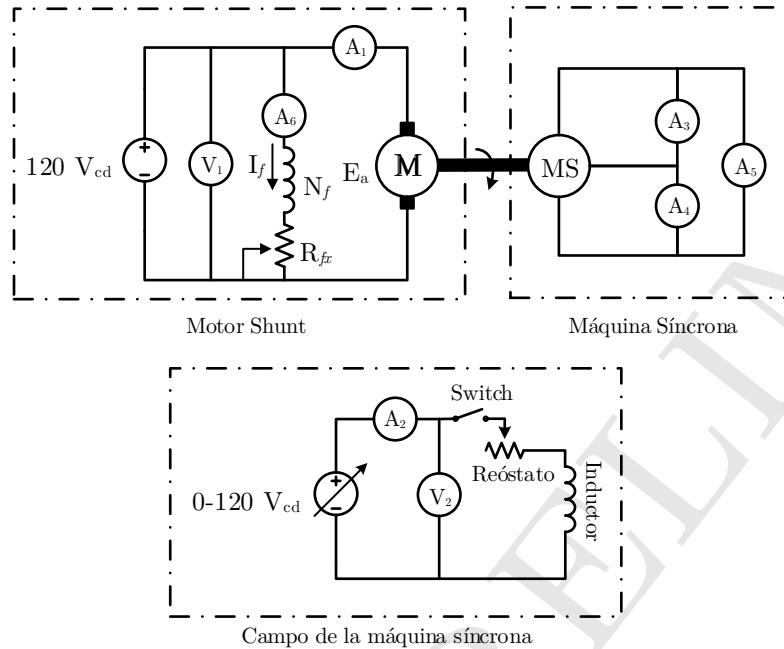

Figura 2: Prueba de cortocircuito.
- 1) Armar el circuito mostrado en la Figura 2, realizando un cortocircuito a través de los amperímetros en las terminales de la máquina síncrona la cual está conectada en estrella. El devanado de campo de la máquina síncrona debe estar abierto tal que la excitación sea cero.